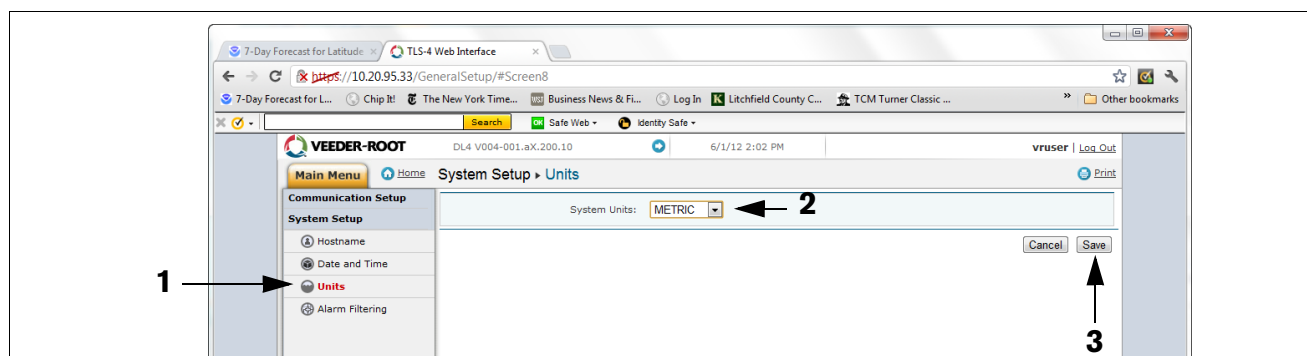

Figure A-12. Sélection des unités du système
14. Depuis le menu Configuration du système, cliquez sur la page Unités (1), sélectionnez les unités souhaitées (2), cliquez sur Enregistrer (3) (voir l'exemple à la Figure A-12.).